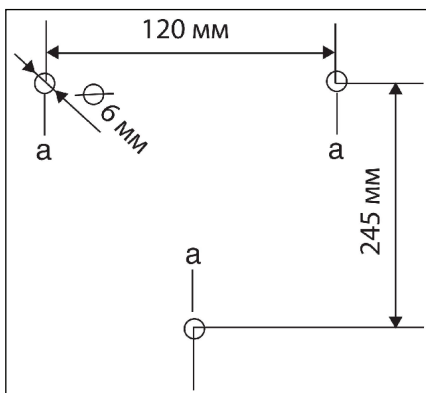

Abbildung 2
2. Bohren Sie mit Hilfe der mitgelieferten Montageschablone drei 6-mm-Löcher in die Wand. Setzen Sie die Dübel (Abbildung 2) in die Bohrlöcher ein.